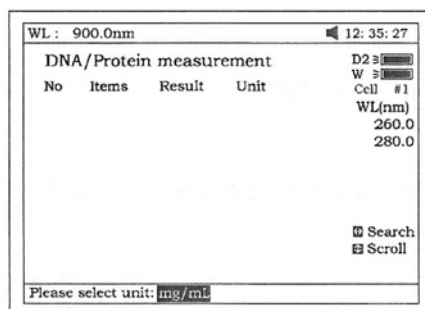

Fig 64
3. Presione [F3] para seleccionar la unidad de concentración (Fig 64).